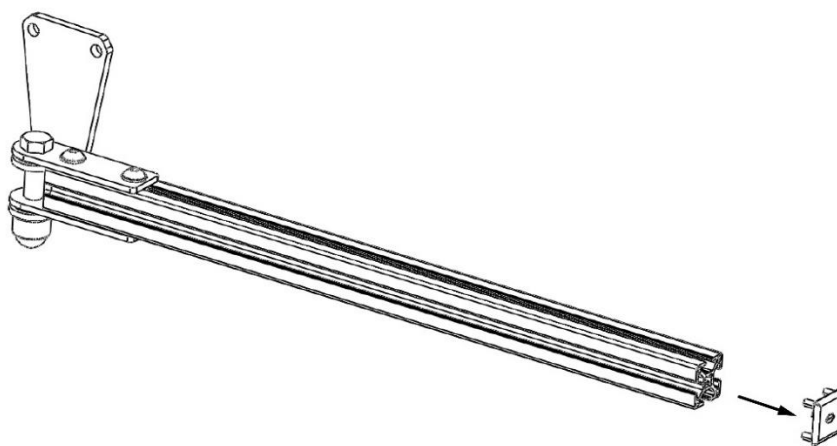

Figura 6
3. Remova a tampa de plástico do braço adicional (Figura 6). Use uma ferramenta de plástico para proteger o alumínio.